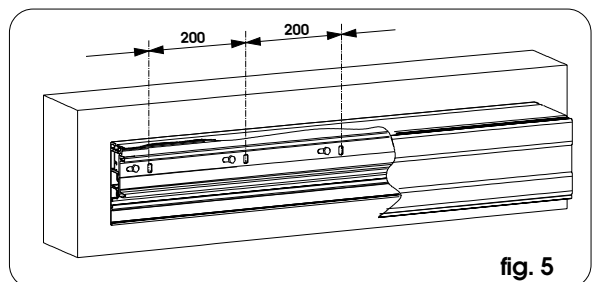

fig. 5
• Fissare la traversa assemblata (utilizzando viti M8 e appositi tasselli) inizialmente in corrispondenza delle asole verticali alle estremità e livellare parallelamente al pavimento. Eseguire un fissaggio centrale sollevando con forza la traversa per allineare i tre punti di fissaggio. Procedere con i restanti fissaggi ogni 20 cm. nelle asole verticali come da fig. 5.